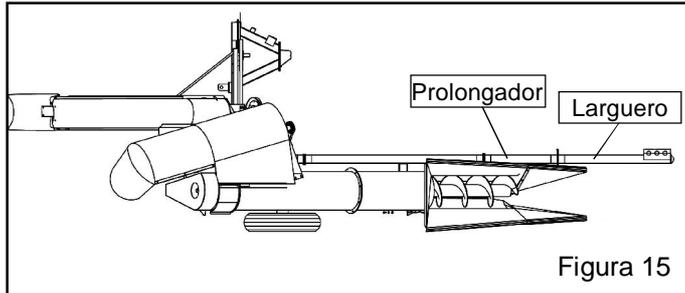

Figura 15
a) Monte el larguero de regulación y el prolongador en el posicionador del chasis de la JM800 (Figura 15).